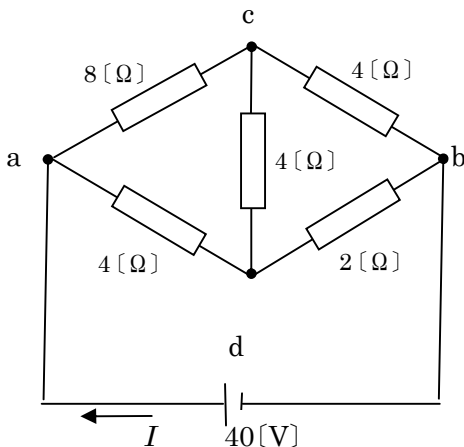

図15-2-1
① 題意の図15-2-1の四辺形の各辺の抵抗値の値を比べてみると、四辺形の上辺の各々の抵抗値を R_{ac} , R_{cb} および下辺の各々の抵抗値を R_{ad} , R_{db} とすると、